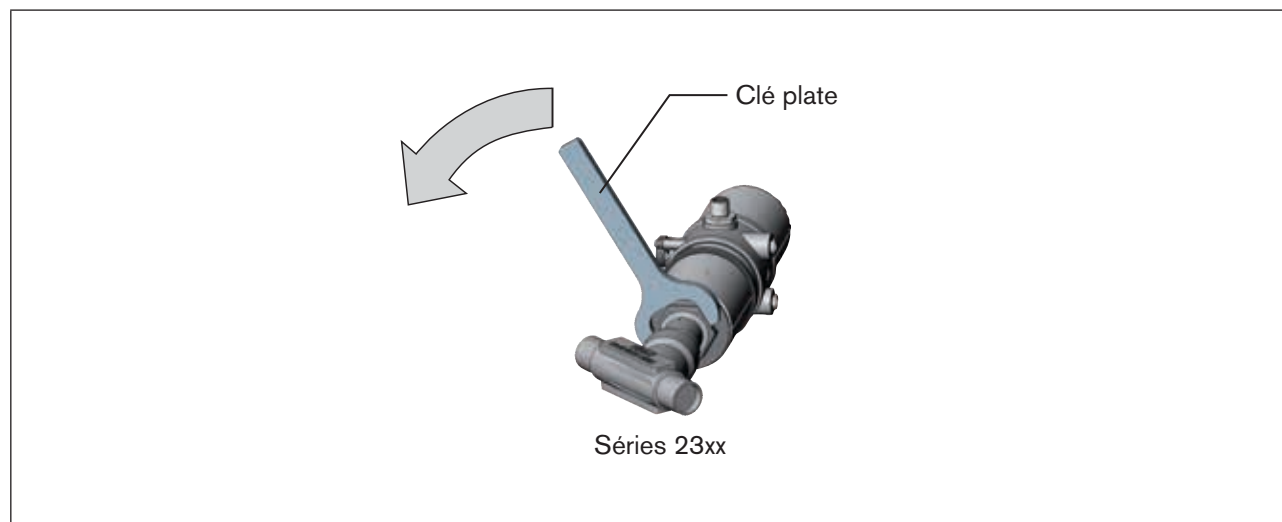

Figure 22 : Tourner avec une clé spéciale / clé plate
- ▶ Tournez le module actionneur uniquement dans le sens contraire des aiguilles d'une montre (voir« Figure 22 »).